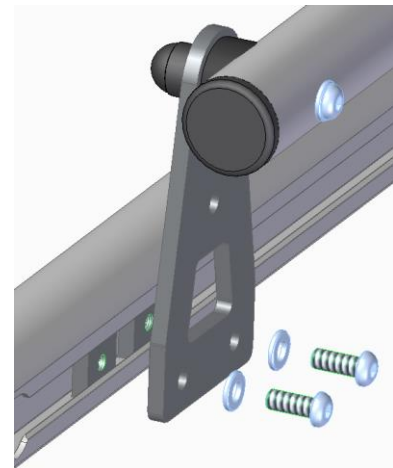

Abbildung 7
Das Rohr (9) für die Befestigungskralen (10 + 11 + 12 + 13) wird am oberen Querträger mithilfe von Linsenkopfschrauben M6x16, Unterlegscheiben und Nutensteinen, die in die Nut des Querträgers geschoben werden, montiert (Abb. 7). An diesem Rohr können dann die Befestigungskralen befestigt werden (siehe Titelbild der Anleitung). Je nach Montage des Auslegers und Querträgers muss das Rohr (9) für die Befestigungskralen (10 + 11 + 12 + 13) von den Blechen abmontiert und im unteren Loch der Bleche montiert werden.